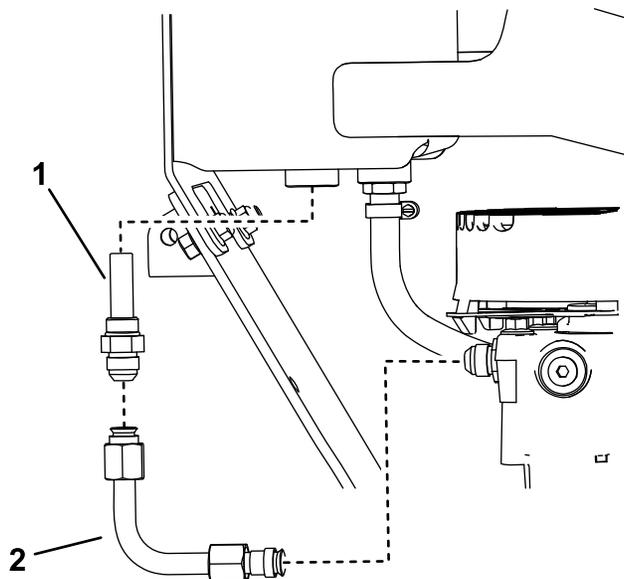

Figure 12
6. Déposez le tube et le raccord filtrant du réservoir et de la pompe (Figure 12). Mettez le raccord filtrant au rebut.
7. Posez le raccord filtrant sur le réservoir (Figure 12). Serrez le raccord à un couple de 79 à 98 N·m (58 à 72 pi-lb)
8. Posez le tube sur le raccord filtrant et la pompe (Figure 12).